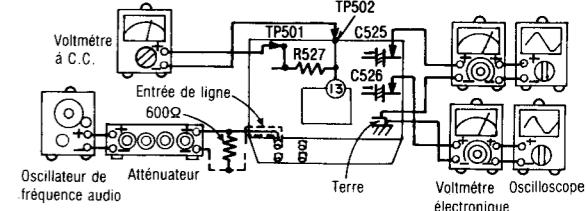

Fig. 13
- Le raccordement de l'équipement d'essai est montré à la Fig. 13.